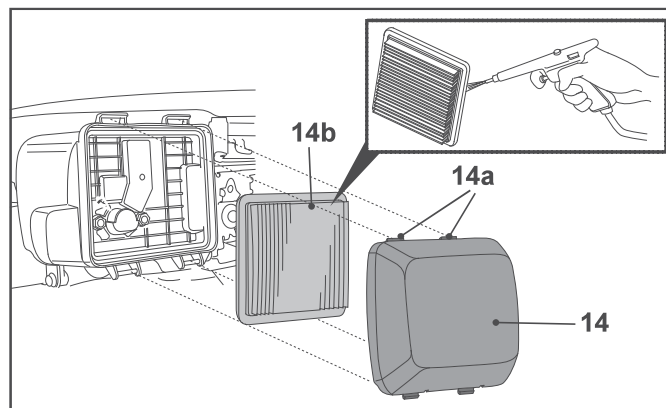

Fig. 29
2. Presione los dos pestillos (14a) para soltar la tapa del filtro de aire (14) y retire la tapa del filtro de aire (14) seguidamente (Fig. 29).